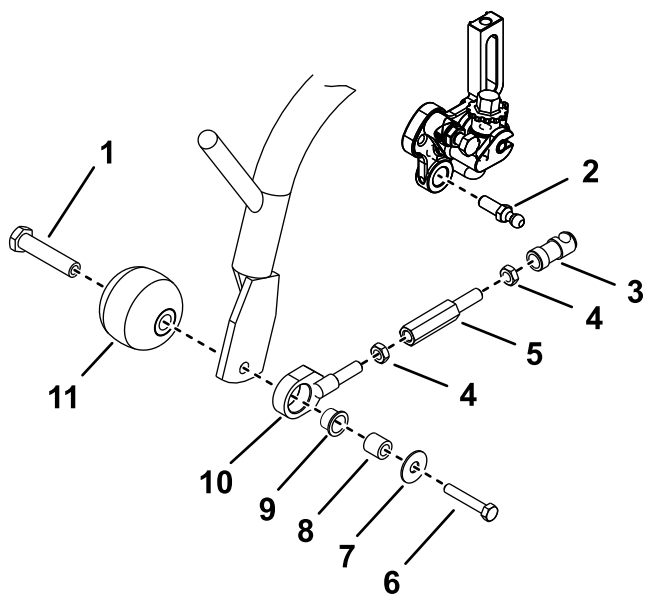

図 1
1. スリーブをボールジョイントの位置まで引き戻し、ボールスタッドからレシーバーを外す 図 1。
- 芝削り防止ローラとプルリンクアセンブリを左右のキャリアフレームに固定しているボルトとローラシャフトを取り外す 図 1。
- プルリンクアセンブリを分解する 図 1。